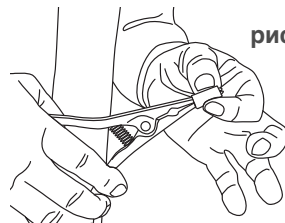

рис. 4
- 1) Позиционировать эластомерный переходник в соответствии с конусностью на концы расширительного зажима до его полной насадки (Рис.4).